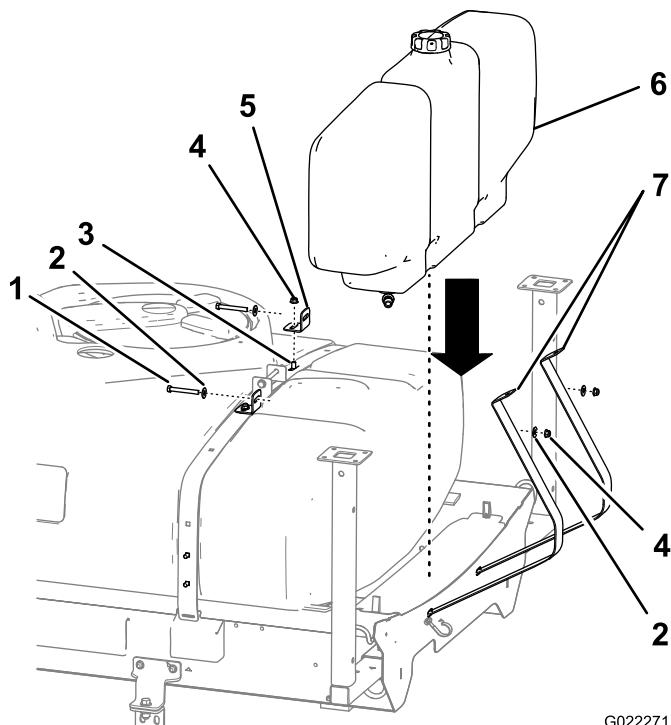

図 3
1. すすぎタンクを取り付ける (図 3)。
2. フランジナット2個を使って、すすぎタンクブラケットを、タンクベルトのキャリッジボルト2本に取り付ける (図 3)。
4. すすぎタンク固定ベルトをブラケットに接続する；ボルト (2本)、フランジナット (2個)、大きいワッシャ (4枚) を使用して図 3 のように接続する。